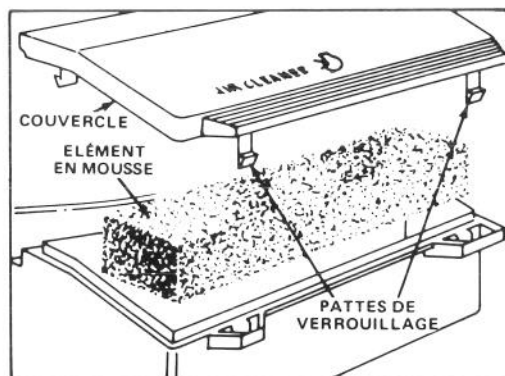

Figure 15
2. Enfoncez les pattes de verrouillage et soulevez le couvercle du filtre à air. Nettoyez à fond le couvercle (Fig. 15).
enlevez-le de l'unité de filtre - air (Fig. 15). Nettoyez à fond.